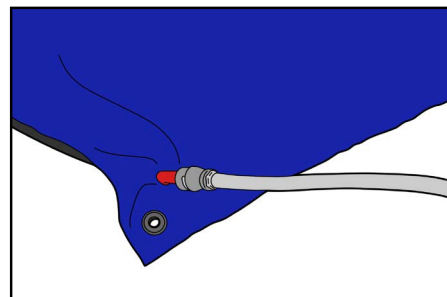

Fig. 8
2. Fyll dynan med tillräckligt med luft så att veck och skrynklor elimineras. Innan patienten placeras, forma dynan för att säkerställa att fyllningen är på det rätta stället. En vakuumnivå som leder till en styv men relativt formbar dyna behövs för att säkerställa en korrekt patientpositionering. Du kan testa dynans styvhet genom att trycka med 2 fingrar (Fig. 8).